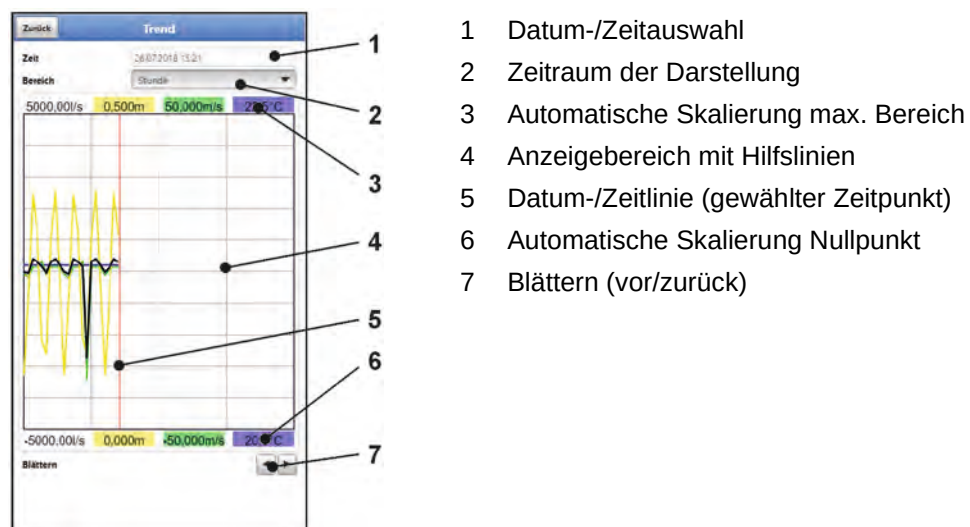
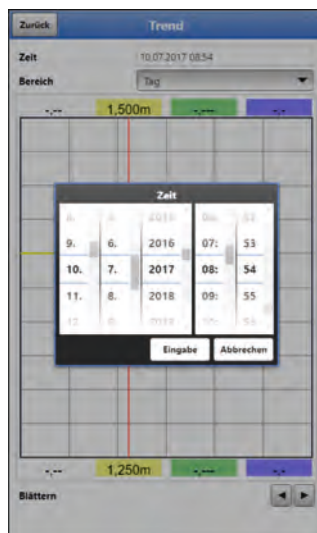

Abb. 41-2 Darstellung Trendanzeige
Abb. 41-3 Auswahl Datum/Zeit
1. Gewünschten Bereich (Zeitraum der Darstellung; Abb. 41-2 Pos. 2) auswählen.
2. Bei Bedarf mit den Pfeilen (Abb. 41-2 Pos. 7) vor- und zurückblättern bei gleicher Grundeinstellung der Darstellung.
Beim Öffnen des Trend-Menüs werden das aktuelle Datum und die aktuelle Uhrzeit angezeigt. Wenn historische Messdaten bzw. ein spezieller Zeitpunkt angezeigt werden sollen, kann das über die Datum-/Zeitauswahl (Abb. 41-2 Pos. 1) eingestellt werden. Hier öffnet sich die nachfolgend abgebildete Auswahlmaske (Abb. 41-3). Wenn ein Startdatum gewählt ist, werden (abhängig vom eingestellten Bereich) die Messdaten im darunterliegenden Anzeigebereich dargestellt.